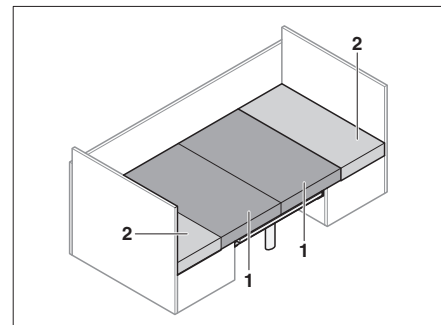

Fig. 63 Después de la transformación
- Tirar de los cojines del asiento (Fig. 63,1) hacia el centro.
- Colocar los cojines del respaldo (Fig. 63,2) entre los cojines del asiento y la pared.